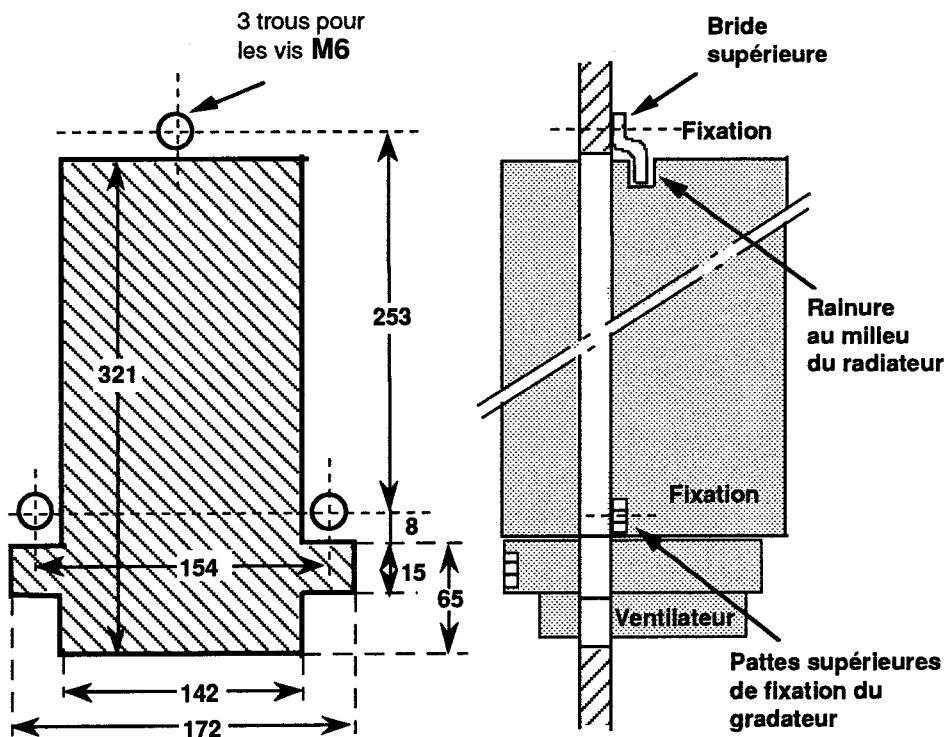

Figure 2.4. Cotes de perçage, découpe et fixation d'un gradateur ventilé
- a. Installer les **deux vis M6** inférieures dans l'armoire en respectant les cotes de perçage données (fig. 2.4).